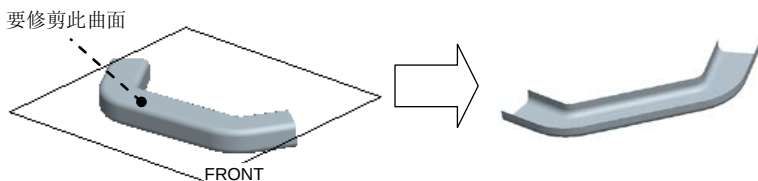

图 6.3.7 修剪面组
下面以图 6.3.7 为例, 说明其操作过程:
Step2. 选取要修剪的曲面, 如图 6.3.7 所示。